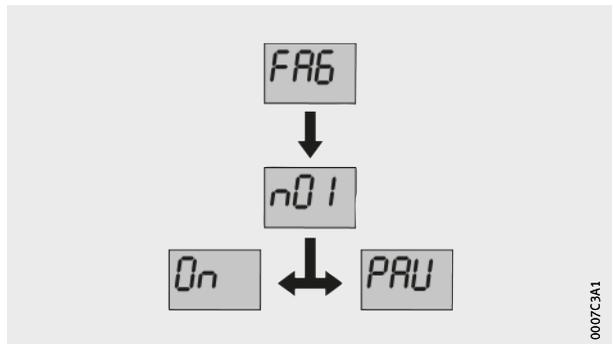

Bild 12
- ▷ Das Schmieresystem ist eingeschaltet und läuft in der Betriebsart Zeitsteuerung, *Bild 12*.